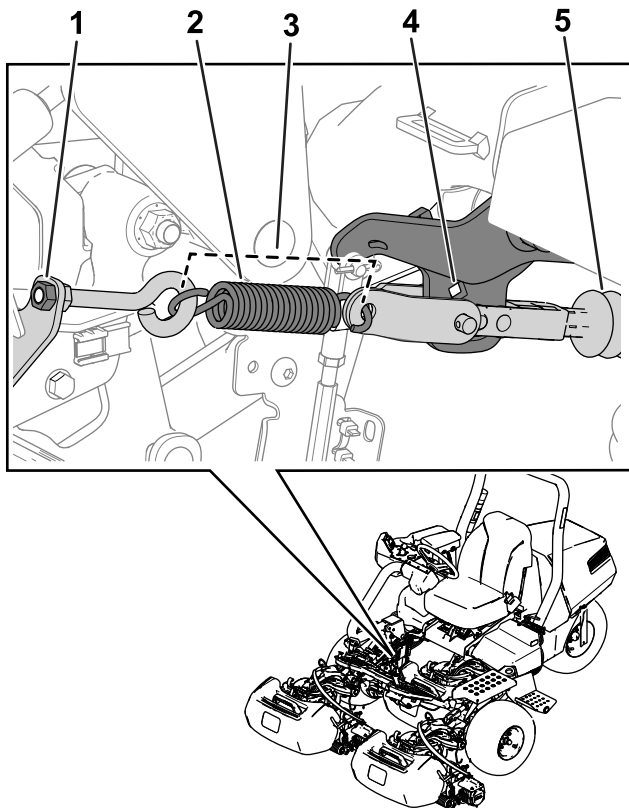

図 30
注 手順については 図 30を参照。
5. アイボルトをスプリングブラケットに固定しているナットをゆるめてスプリングのテンションを解除する 図 30。
3. スプリングを 図 30 のように取り付ける。
4. アイボルトのナットを締め付けてスプリングの長さ取り付けた状態を 11.4 cm にする 図 30。